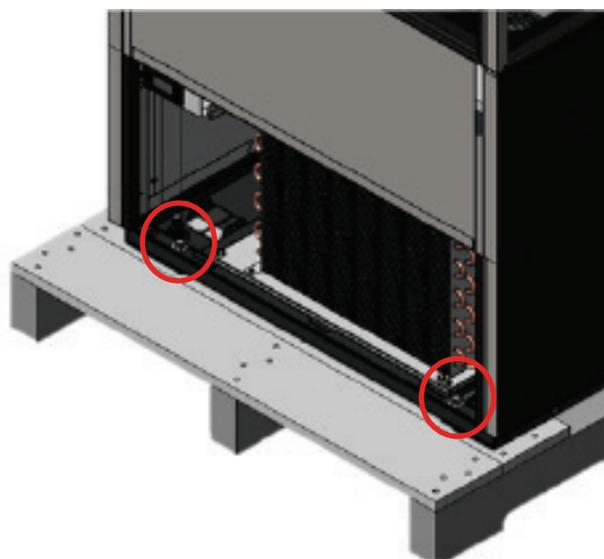

Fig. 2. Retirez les boulons de protection à l'avant et à l'arrière.
2. À l'aide d'une clé à ouverture variable, déposez tous les boulons qui fixent le châssis en bois à la partie inférieure de l'armoire pour le transport. Voir Fig. 2.